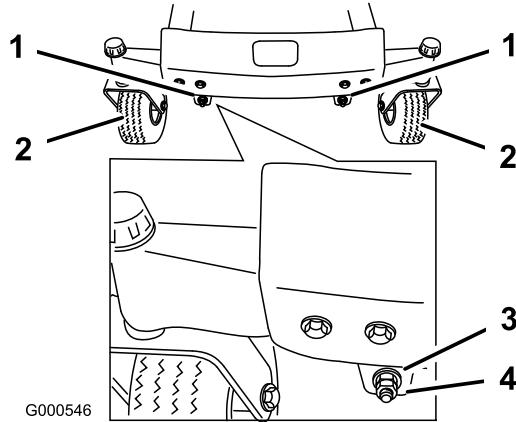
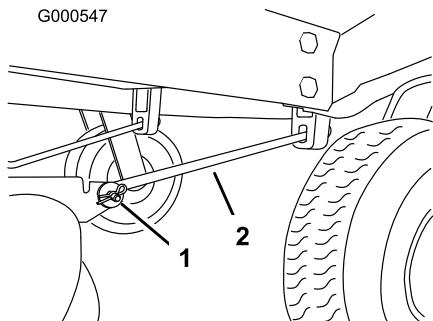

Figure 47
Figure 48
- Pour régler l'inclinaison avant/arrière des lames, retirez les contre-écrous et tournez les écrous de réglage à l'avant du plateau de coupe (Figure 47).
- Après avoir réglé uniformément les écrous, contrôlez de nouveau l'inclinaison avant/arrière. Poursuivez le réglage des écrous jusqu'à ce que la pointe avant de lame soit de 1,6 à 7,9 mm (1/16 à 5/16 pouce) plus bas que la pointe arrière (Figure 47).
Remarque: Après avoir réglé les écrous de réglage, vérifiez qu'aucune des tiges de support ne présente de jeu (Figure 48). Serrez l'une ou l'autre pour supprimer le jeu (Figure 47).
- Retirez la goupille fendue et l'axe de chape de la tige de support avant de chaque côté du plateau de coupe (Figure 48).
- Fixez les tiges de support avant à la machine à l'aide des axes de chape et des goupilles fendues (Figure 48).